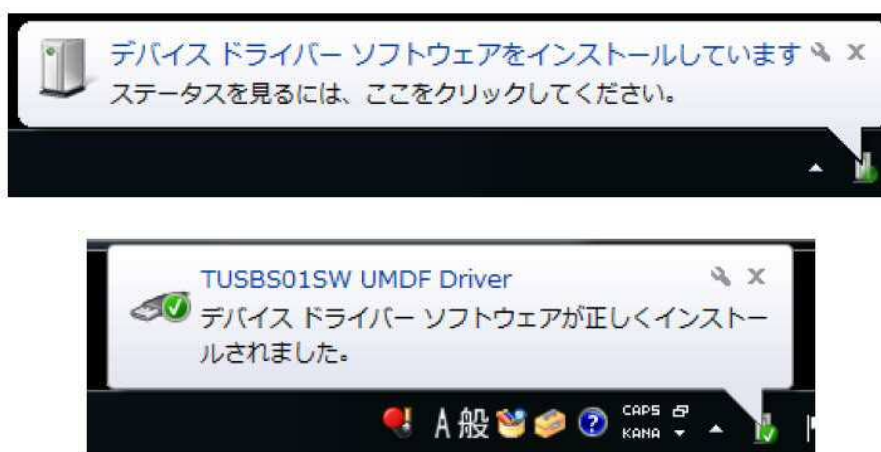

図 4.1-8 バルーンメッセージ(インストール中)
- CTS-02V4 と PC を接続すると、バルーンメッセージ(図 4.1-8)が表示され自動的にデバイスドライバのインストールが開始されます。